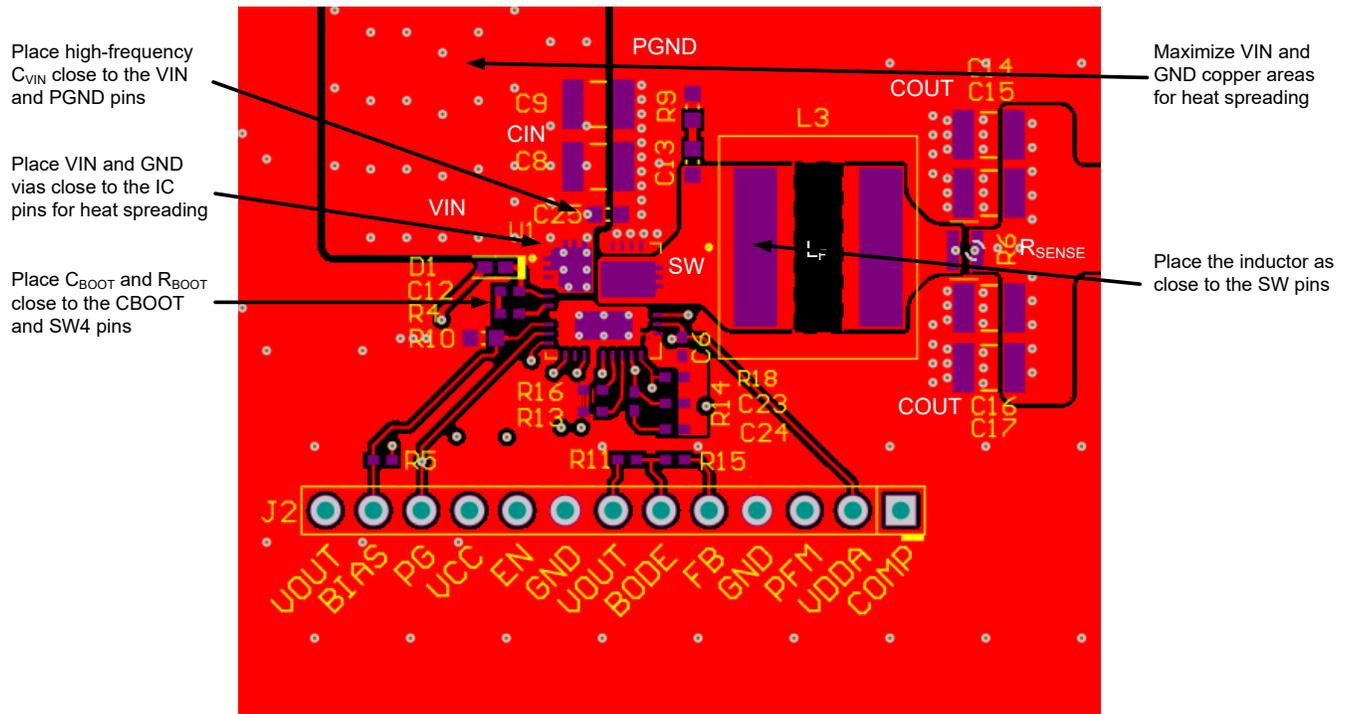

图 7-33. PCB 顶层 - 高密度单面设计
以下列表总结了用于优化直流/直流转换器性能（包括热特性和 EMI 特性）的 PCB 布局和元件放置基本指南。图 7-33 展示了 LM704A0-Q1 的推荐布局，并优化了功率级和小信号元件的布局和布线。
- 在 VIN 到 PGND 之间放置具有 X7R 或 X7S 电介质的低 ESR 陶瓷电容器。将 0402 电容器靠近 VIN 放置以实现高频旁路，如图 7-33 所示。使用额外的 1206 或 1210 电容器作为大容量电容。